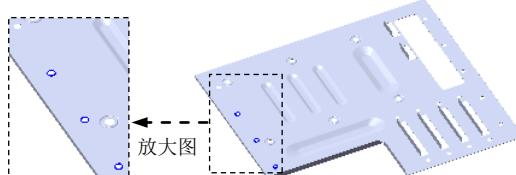
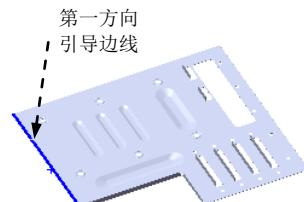

图 17.10.122 创建阵列 (线性) 4
图 17.10.123 阵列引导边线
Step39. 创建图 17.10.122 所示的阵列 (线性) 4。
(1) 选择命令。选择下拉菜单 **插入(I)** → **阵列/镜向(E)** → **线性阵列(L)...** 命令，系统弹出“线性阵列”对话框。
(2) 定义阵列源特征。单击 **要阵列的特征(E)** 区域中的文本框，选取设计树中的孔 8 作为阵列的源特征。
(3) 定义阵列参数。单击 **方向 1** 区域中 后的文本框，选取图 17.10.123 所示的边线为第一方向引导边线。单击 按钮，在 文本框中输入数值 80.0，在 文本框中输入数值 4.
(4) 单击 按钮，完成阵列 (线性) 4 的创建。